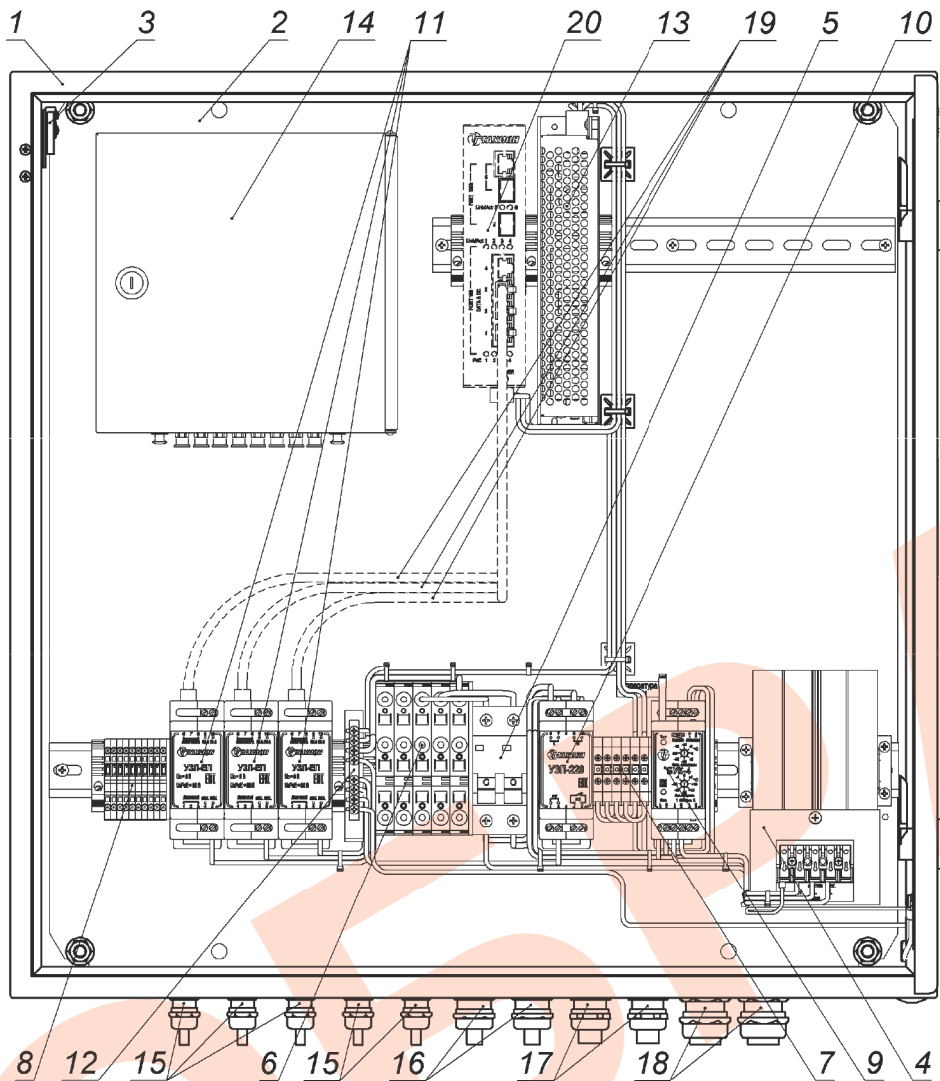

Рис.3. Устройство термошкафа (дверь открыта на 90°)
- снять оптический кросс с монтажной панели, ослабив крепежные винты (рис.3);
4. При необходимости подключить тамперный контакт S2 (рис.3) к внешнему устройству сигнализации.
5. Подать напряжение питания 220В AC на клеммы X1, при этом фазный провод (L) соединить с контактом 3.1, нулевой провод (N) с контактом 4.1, а провод заземления (PE) с контактом 5.1.